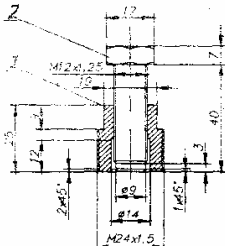

Рис.25 Съемник маховичного генератора
1. Отвернуть болт крепления ротора и снять ротор генератора. Снятие ротора производится при помощи съемника с резьбой М24х1,5 (рис.25, вворачиваемого а ступицу ротора.